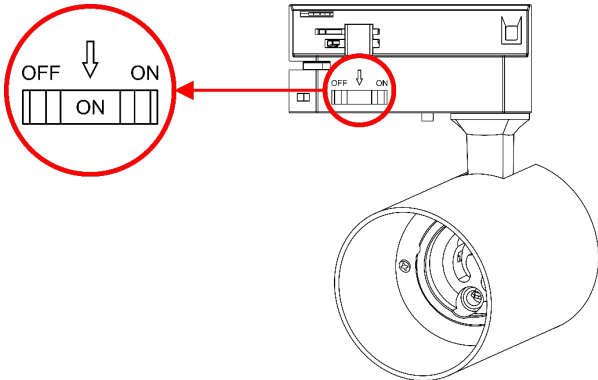

Fig. 09
05) Selezionare ACCESO con l'**interruttore di alimentazione (05)**, come illustrato nella Fig. 09.